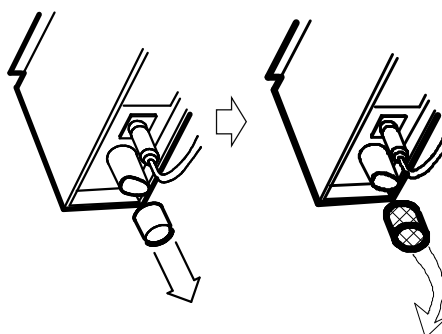

図12
- ② 測定部の換気ファンに取り付けてあるゴムキャップを外した後、換気ファンに差し込んである防塵フィルターを取り外し、水洗いをし、乾燥させた後、元に戻します。（図 12）